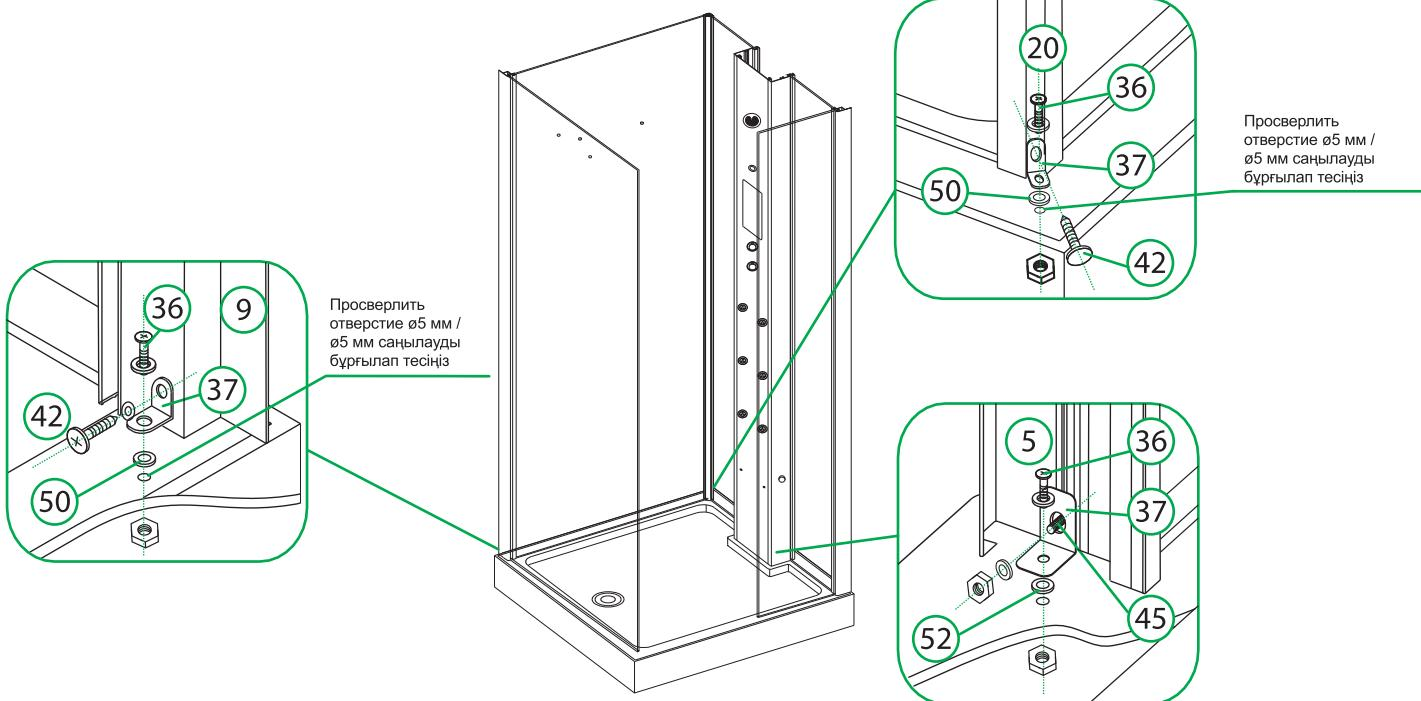

Рис. 7 / 7-сур.
5. Зафиксируйте угловой соединительный и пристенный, профили к поддону (рис. 7).